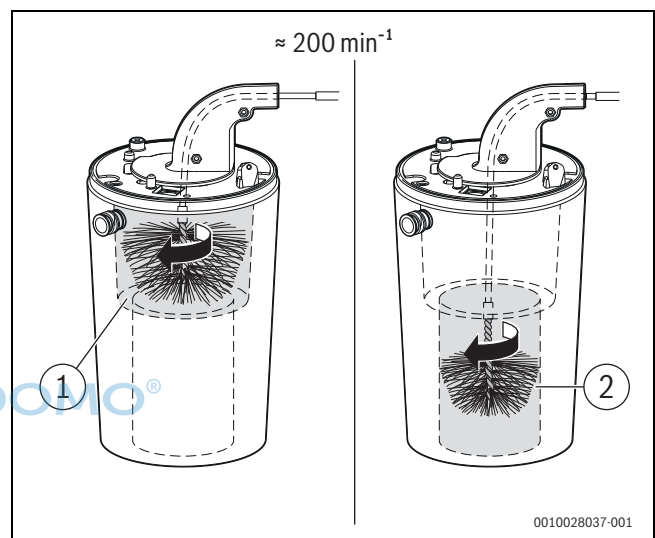

Bild 172 Wärmeblock reinigen (ca. 200 min^{-1} , nur Rechtslauf)
- Mit kleiner Bürste für den unteren Bereich wiederholen (→ Bild 172, [2]).